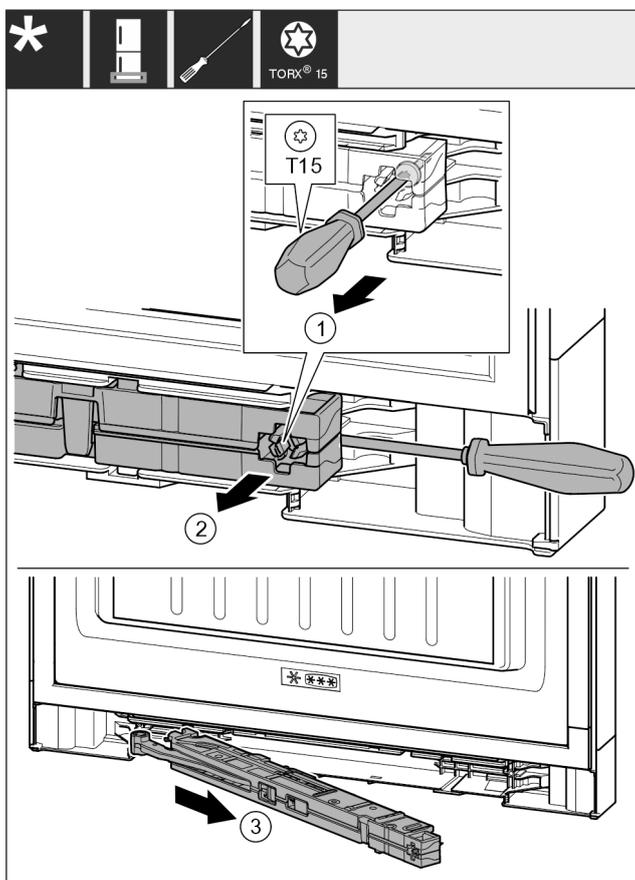

Fig. 15
- ▶ Schraube an Schließdämpfereinheit mit Schraubendreher T15 ca. 14 mm lösen. Fig. 15 (1)
- ▶ Mit Schraubendreher griffseitig hinter Schließdämpfereinheit fahren. Einheit nach vorn drehen. Fig. 15 (2)
- ▶ Einheit herausziehen. Fig. 15 (3)